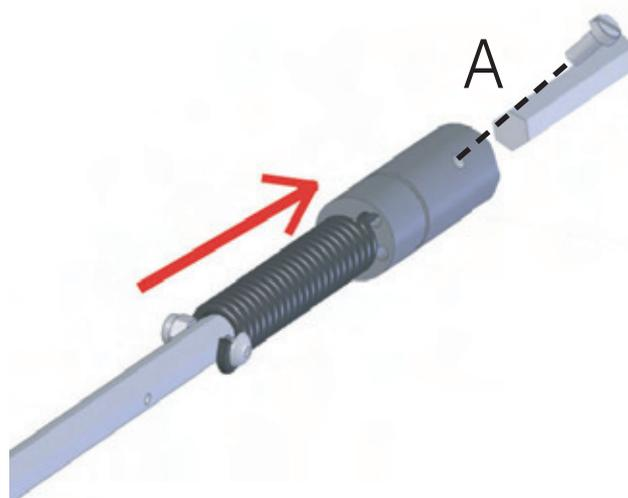

Abb. 14
- 3) Die Achse in das Motorgehäuse einsetzen und die Schraube A festziehen. (Abb. 14 )